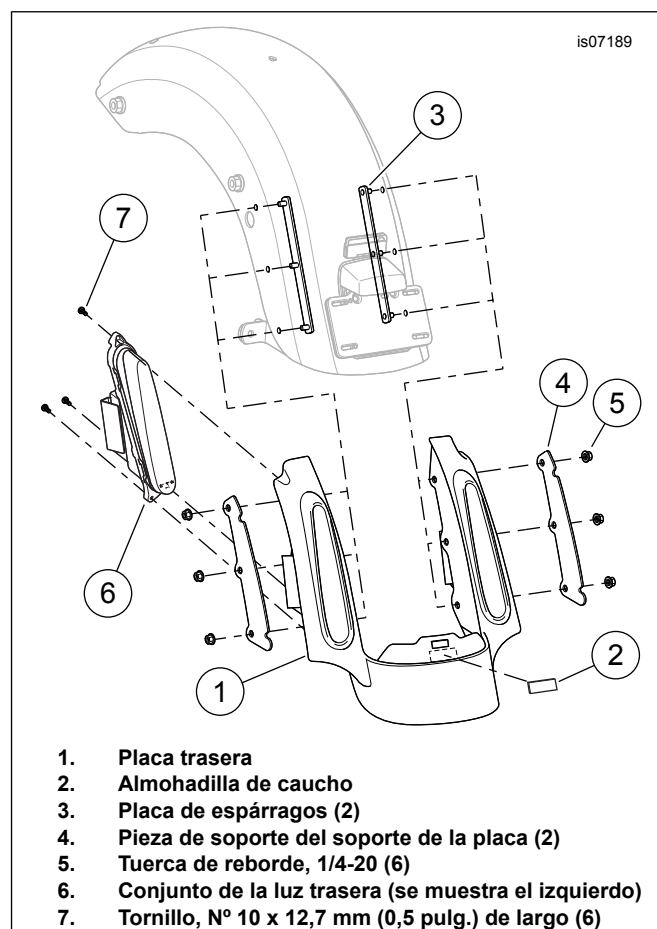
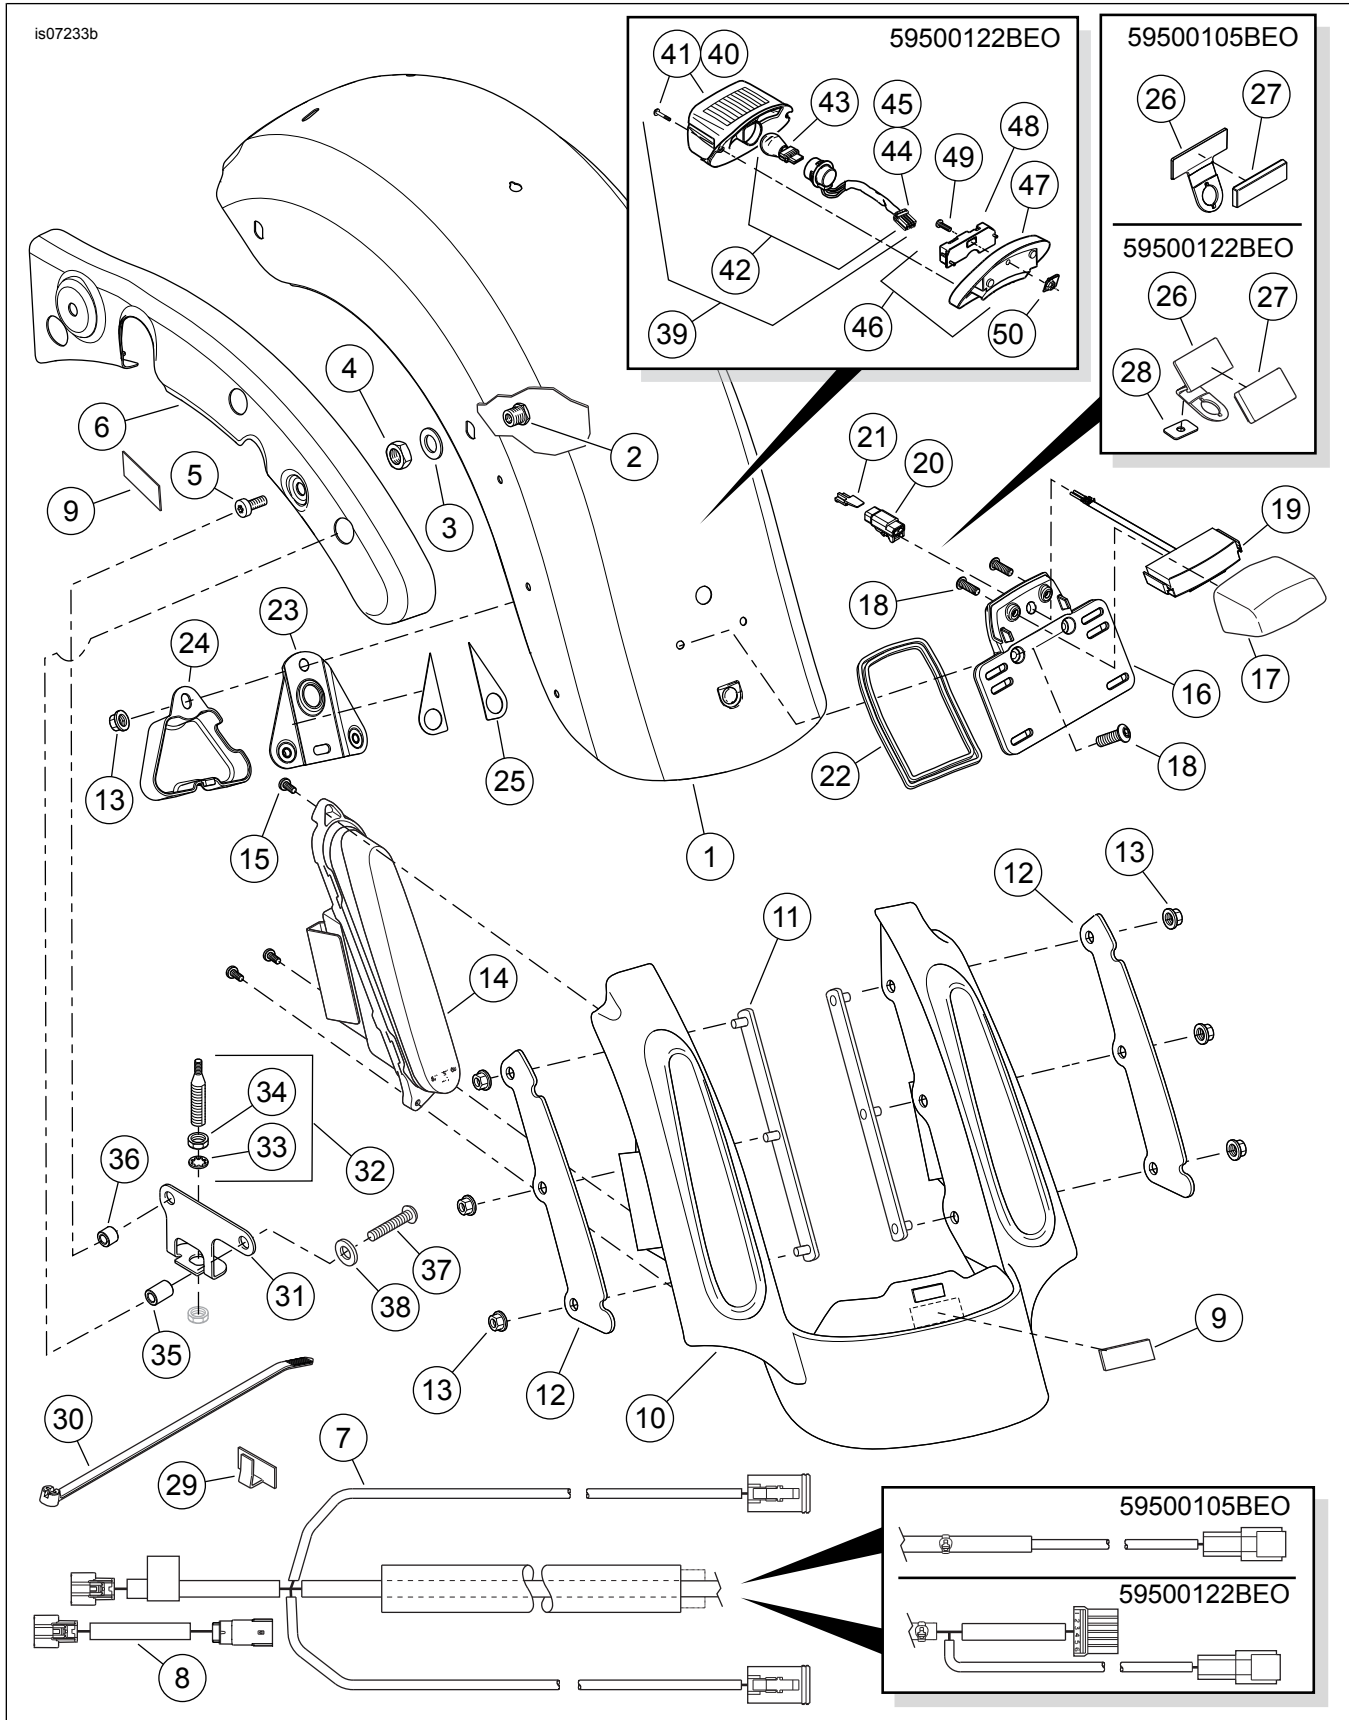

Figura 5. Instalación de la placa trasera
Figura 6. Piezas de servicio, kits de guardabarros trasero estilo CVO Touring FL
2. Vea Figura 5. Extraiga el forro del respaldo adhesivo de la almohadilla de caucho (2) de 44,5 x 19,0 x 1,6 mm (1,75 x 0,75 x 0,06 pulg.). Coloque la almohadilla en el centro de la placa (1), directamente abajo de la ranura, como se muestra. Presione firmemente en su lugar.
3. Coloque la placa debajo del borde trasero del guardabarros, alineando los tres agujeros, en cada lado de la placa, con los agujeros correspondientes en el guardabarros. Inserte los tres espárragos de una placa de espárragos (3), desde la parte inferior del guardabarros, a través de los agujeros en el guardabarros y la placa, en un lado.
1. Vea Figura 6. Desconecte el cable de la antena del conjunto de la base de la antena.
6. Obtenga la nueva pieza de soporte de la antena (31), los espaciadores nuevos (35 y 36), los tornillos nuevos (37), las arandelas planas nuevas (38) y el conjunto de la base de la antena nuevo (31).
7. Coloque la pieza de soporte de la antena cerca de los soportes del guardabarros, como se muestra en la Figura 5, y sujete la pieza de soporte a los soportes del guardabarros:
- a. Ensamble la arandela delgada (38) en las roscas del tornillo.
- c. Deslice los espaciadores en las roscas que se extienden a través de la pieza de soporte. Observe las longitudes de los espaciadores. Figura 5 de referencia.
8. Instale la arandela de seguridad con dientes internos (33) del kit en las roscas más grandes de la base de la antena (32), debajo de la tuerca hexagonal (34). Inserte la base de la antena a través del agujero de la pieza de soporte de montaje de la antena.
9. Instale la segunda tuerca hexagonal (34) en las roscas de la base de la antena. Coloque una llave en la tuerca superior y ajuste la tuerca inferior a 8 N·m (6 **ft-lbs**).
12. Enrosque el conjunto del mástil de la antena sobre la base de la antena (31).
2. Vea Figura 6. Obtenga cuatro tornillos de montaje del guardabarros (5) de 5/16-18 x 25,4 mm (1 in) de largo del kit. Sin apretar, instale un tornillo a través del riel trasero de la estructura en el último saliente de montaje del guardabarros en cada lado.
9. **Modelos FLHTCU/SE:** Instale las cubiertas cromadas de los soportes del guardabarros que se quitaron anteriormente. **TODOS los modelos, excepto los FLHTCU/SE:** Vea Figura 6. Instale las cubiertas de los soportes del guardabarros (6) con los acabados pintados del kit.